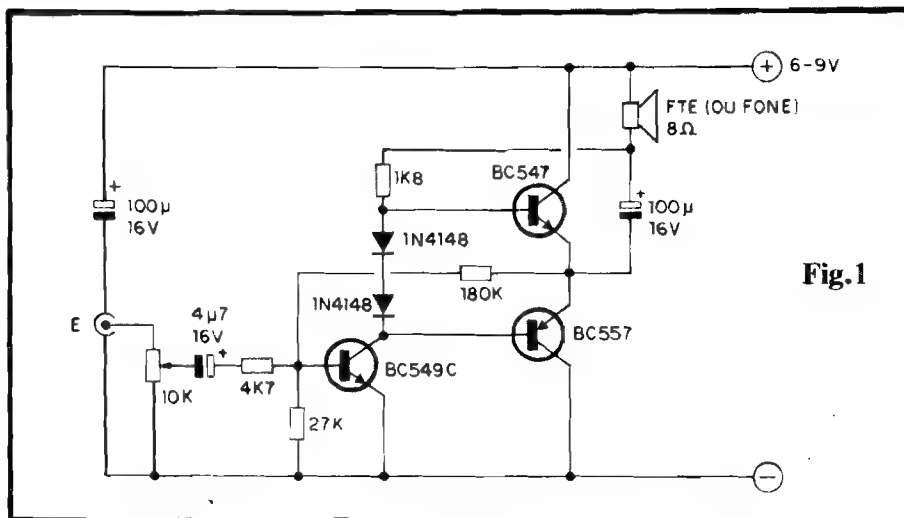

Fig.1
- **FIG. 1 - DIAGRAMA ESQUEMÁTICO DO CIRCUITO** - A estrutura já é bem conhecida dos Hobbystas "veteranos" e, em sua essência, é modernamente muito utilizada em Amplificadores de **alta Potência** (obviamente com transistores "pesados" e mais componentes nas suas redes de polarização, compensação, etc.). Entretanto, mesmo a partir dos modestos representantes da "família BC", é possível organizar-se um circuito funcional, de ótimo desempenho, (sempre considerando que não queremos "quebrar vidraças" com o som final...). O primeiro transistor, um BC549C (alto ganho, baixo ruído...) realiza a pré-amplificação dos sinais, polarizado basicamente pelo resistor de 27K ao **negativo**, e recebendo a polarização automática, na forma de realimentação controlada, a partir da própria Saída do circuito, via resistor de 180K. Um resistor de 4K7 à **base** desse primeiro transistor, realiza uma limitação prévia nos sinais, cujo percurso é feito através do capacitor de Entrada, de 4u7 (que permite a livre passagem de ampla gama de Frequências de áudio, mas não deixa "passar" CC, o que "bagunçaria" a cuidadosa polarização do BC549C...). No dimensionamento inicial dos sinais, um simples potenciômetro de 10K (com ou sem chave - VER TEXTO e FIGURAS...) ajusta o nível, determinando o volume final do som... Todo o "truque" de simplificação do circuito, contudo, reside no arranjo em "totem" do par complementar (um BC547, NPN, e um BC557, PNP...) de Saída, com os **emissores**, "emendados", oferecendo um caminho de baixa impedância para entrega do sinal já amplificado ao alto-falante, via capacitor de bloqueio de CC (100u). As **bases** de ambos os transistores desse estágio, são excitadas conjuntamente pelo **coletor** do componente de pré-amplificação (BC549C), porém contrapondo-se um "diferencial" da Tensão de polarização nos ditos cujos, pela presença dos dois diodos 1N4148 diretamente "enfileirados" (entre a **base** do BC547 e a do BC557...). Esse arranjo ultra-simples, com o auxílio de mais uma polarização/realimentação "automática" promovida pelo resistor de 1K8 (que "traz o positivo através da carga representada pela própria impedância/resistência do alto-falante...), permite que cada um dos dois transistores complementares amplifique apenas uma **fase** do sinal, dividindo o trabalho, mantendo a dissipação geral muito baixa, e assegurando a melhor relação de **Potência/Distorção** que se pode obter com tão poucos componen-